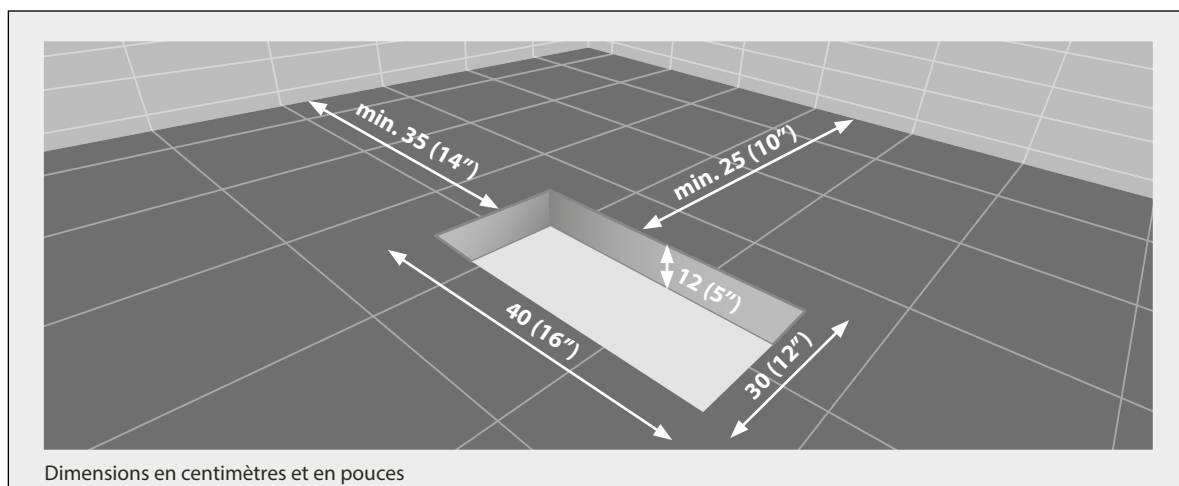

Fig. 2
- Si la baignoire est posée sur le sol, il faut prévoir un trou aux dimensions indiquées dans la figure ci-dessous ; La trappe de visite devra être positionnée en tenant compte de l'encombrement de la baignoire (voir Fig. 2).